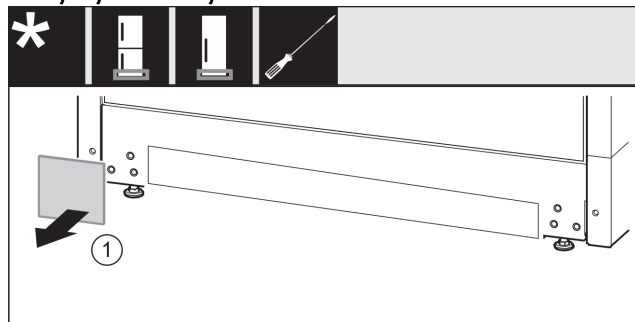

Fig. 17
- Αφαιρέστε το κάλυμμα Fig. 17 (1).